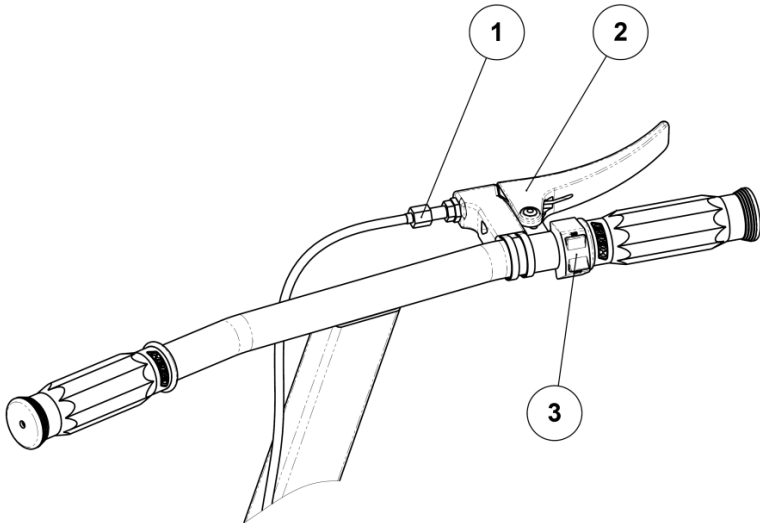

Рис.2 Органы управления мотобуксировщика
**Рычаг газа** (Рис.2, поз.2). Управляет дроссельной заслонкой двигателя. Для начала движения и ускорения нажмите на рычаг газа. Для замедления отпустите рычаг газа. Перед запуском двигателя проверьте рычаг газа, убедившись что он работает плавно. Удостоверьтесь, что рычаг возвращается в положение холостого хода, как только он становится свободным.
**Болт регулировки рычага газа** (Рис.2, поз.1). Данный болт предназначен для регулировки свободного хода рычага газа. Выкручивая регулировочный болт можно уменьшить люфт рычага газа.
**Выключатель зажигания двигателя** (Рис.2, поз.3). Предназначен для включения/выключения зажигания двигателя.